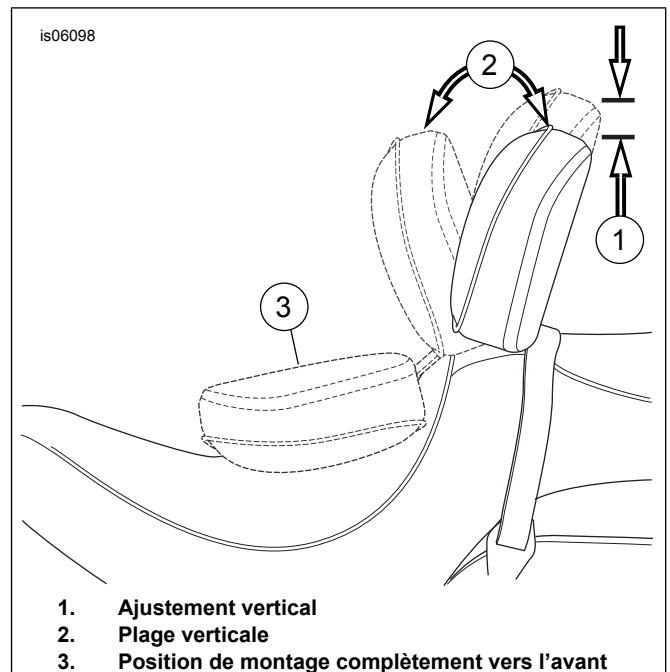

Figure 14. Positions du dossier
7. Consultez Figure 14 . Une fois le dossier et la selle en place, pousser le dossier vers la position (3) complètement en avant. Le mécanisme du dossier s'appuie contre le dessous de la selle et contre le protecteur de selle inséré.
1. Consultez Figure 14 . La poignée réglable est utilisée pour déplacer la plaquette du dossier dans les positions avant et arrière.
2. Pour ajuster le coussinet du dossier vers l'avant ou vers l'arrière (2), pousser la poignée.
6. Pour ajuster le coussinet du dossier de haut en bas (1), tirer sur le bouton à l'arrière du coussinet.